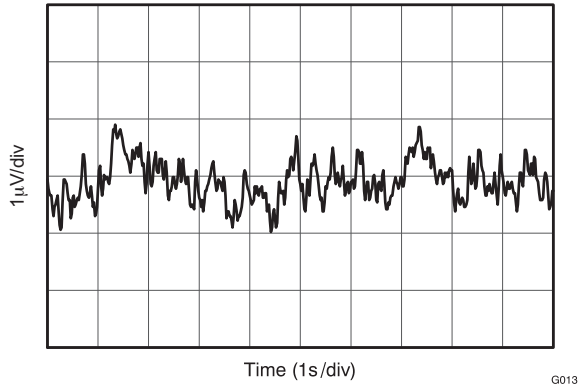

Figure 7. 0.1-Hz to 10-Hz Noise
0.1-Hz to 10-Hz Noise	<a href="#">图 7</a>